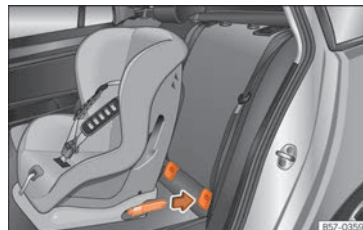

Fig. 30 Asientos traseros: colocación del asiento para niños con sistema ISOFIX.
- Enganche el asiento para niños en las argollas de sujeción "ISOFIX" hasta que se encastre bien de un modo audible »» fig. 30. Si el asiento para niños dispone de anclaje Top Tether*, conéctelo a la anilla respectiva »» pág. 37. Siga las instrucciones del fabricante.